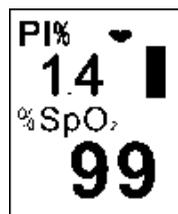

Figura 8
7. Come per la modalità precedente è possibile ruotare lo schermo di 180° e passare alla vista in figura 8 premendo ciclicamente il tasto.